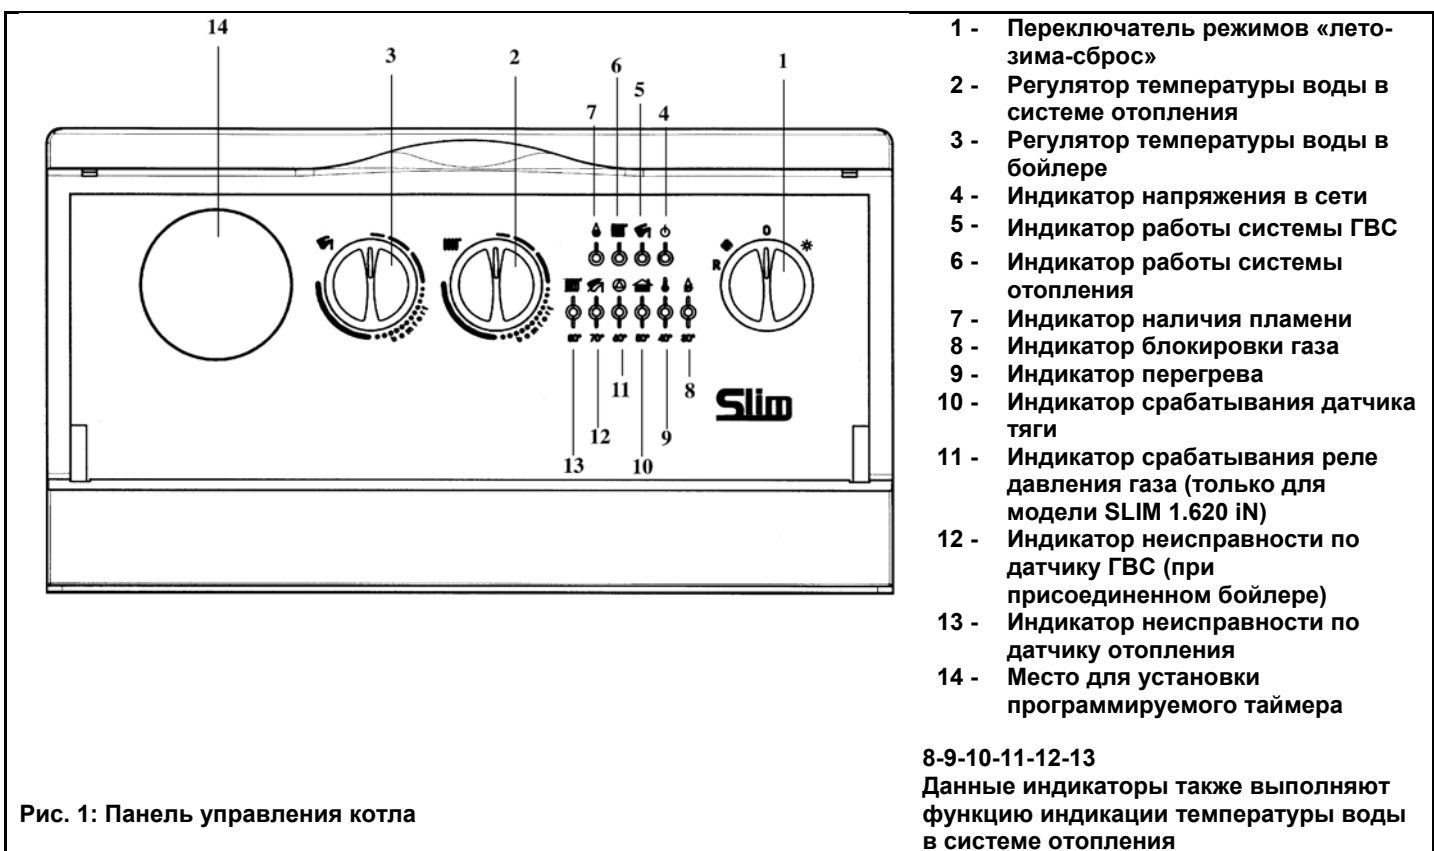

Рис. 1: Панель управления котла
- установить переключатель режимов «лето - зима» (рис. 1, позиция 1) в режим «зима» ❄️;
- установить регулятор температуры воды в системе отопления (рис. 1, позиция 2) на нужное значение.
**Важная информация:** при переключателе режимов «лето - зима» (рис. 1, позиция 1), установленном в положении «зима» ❄️, перед каждым очередным включением котла по сигналу регулятора системы отопления установлена задержка на несколько минут (для того чтобы избежать частых включений/выключений). Для того чтобы горелка включилась сразу, переведите переключатель в положение (0), а затем снова установите режим «зима».
**Внимание!** При первом включении внутри трубы подачи газа могут образоваться воздушные пробки. В таких случаях горелка не будет включаться и произойдет блокировка котла по газу (загорается красная лампочка блокировки котла - рис. 1, позиция 8). При возникновении данной проблемы повторите процесс включения котла до поступления газа в горелку, кратковременно установив перед включением переключатель режимов (рис. 1, позиция 1) в положение R (сброс).
Регулятор температуры воды в бойлере (рис. 1, поз. 3) может использоваться только при наличии накопительного бойлера. В этом случае возможно отрегулировать температуру воды контура ГВС, установив регулятор на нужное значение.
Приоритет ГВС можно отключить установив регулятор (рис. 1, поз. 3) на минимальное значение в соответствии с функцией защиты от замерзания воды в бойлере.
Данное устройство может быть снабжено комнатным термостатом для контроля температуры отапливаемого помещения. В этом случае регулятор температуры воды в системе отопления (рис.1, поз. 2) устанавливается в максимальное положение, а сигналы на включение и выключение котла поступают от комнатного термостата.
При отсутствии комнатного термостата температура помещения регулируется косвенным образом при помощи регулятора температуры воды в системе отопления (рис.1, поз. 2); при таких условиях насос системы отопления работает постоянно. Для увеличения температуры повернуть регулятор по часовой стрелке, для уменьшения - против часовой стрелки.
- Установить переключатель режимов (рис. 1, поз. 1) в положение (0), проследив, чтобы лампочка-индикатор (рис. 1, позиция 4) погасла; таким образом, прекращается подача электричества на котел.
- переключатель режимов (рис.1, позиция 1) не установлен в положение (0);